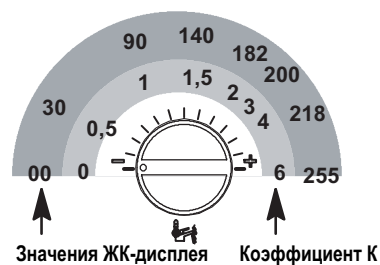

Рисунок 5.31
- Поворачивая регулятор (Рисунок 5.31), установите желаемое значение в диапазоне от минимального 30 (на ЖК-дисплее параметр P15 будет загораться поочередно с 30)
до максимального 255 в зависимости от кривой коэффициента K, выбранной на рисунке, расположенном выше (см. Рисунок 5.31).